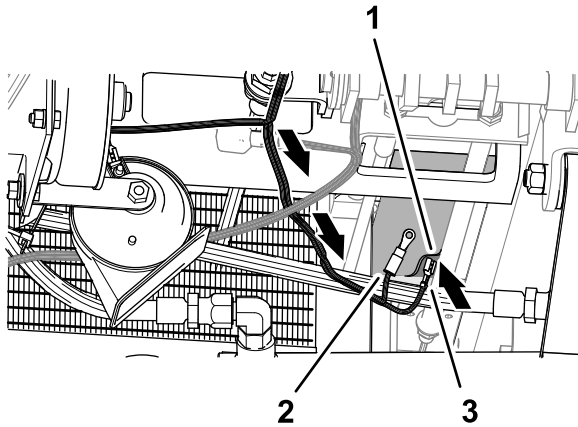

Figura 17
1. A la izquierda del radiador, enrute los conectores con las etiquetas OPTIONS POWER (alimentación opcional) y HORN GROUND (conexión a tierra de claxon) del arnés de cables del kit hacia arriba y hacia atrás, presionando los conectores a través de los bloques de espuma que se solapan (Figura 17).